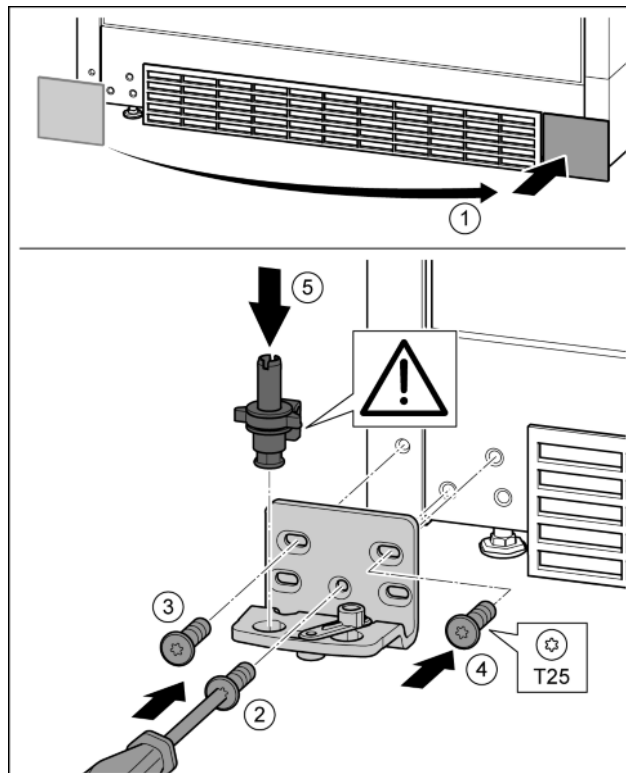

Fig. 13
- ▶ Tag afdækningen af og anbring den i den anden side. Fig. 13 (1)
- ▶ Sæt hængselkonsollen på i den anden side, og skru den fast med en skruetrækker T25. Begynd med skruen 2 forned i midten. Fig. 13 (2)
- ▶ Stram skruerne 3 og 4. Fig. 13 (3, 4)
- ▶ Sæt hængselboltens helt i. Sørg i den forbindelse for, at låse-kammen vender bagud. Fig. 13 (5)